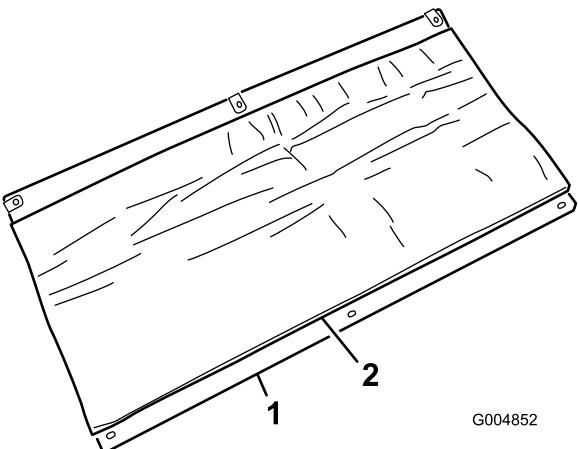

Figura 4
5. Retire el papel protector y fije la cara el material autoadhesivo del protector térmico al lado del motor del panel trasero, según se muestra en Figura 4. No vuelva a instalar el panel en este momento.